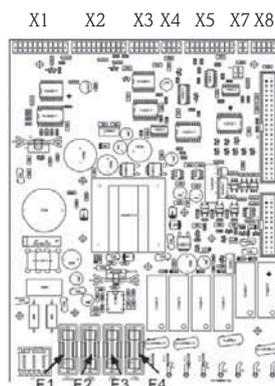

Figura 5: La tarjeta principal y sus conexiones
- Si la bomba no arranca, compruebe los fusibles situados en la parte de atrás de la tarjeta principal. A continuación, compruebe el condensador de filtrado situado cerca de la bomba (código de pedido: 51005067) (ver la figura 5 en la página anterior). Si el condensador está correcto, deberá cambiarse la bomba.